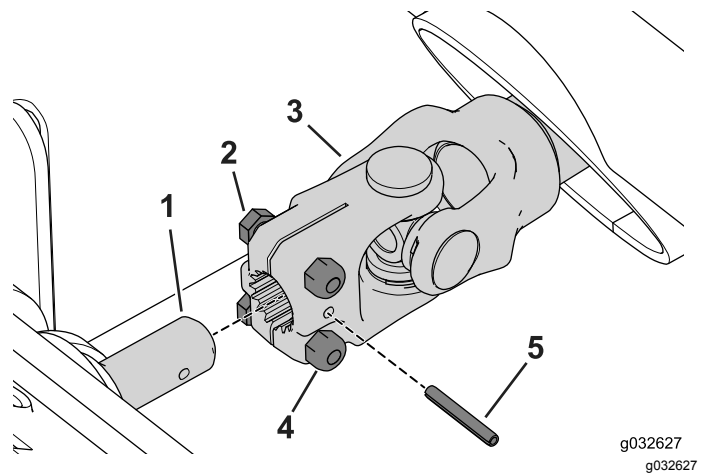

Bild 79
2. Fluchten Sie die Löcher des Rollstifts aus und schieben das Zapfwellenjoch über die Zapfwelle am Winterahmen (Bild 79).
3. Setzen Sie den Rollstift ein (Bild 79).